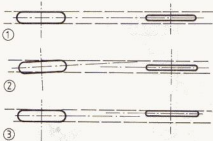

Bild 218
2. Radflucht muss stimmen (siehe hierzu Bild 218). Man stellt das fest, indem man aus einem Abstand von etwa 5 m am Hinterrad vorbei zum Vorderrad peilt. Man kann sich aber auch mit Latten oder Schnüren helfen.